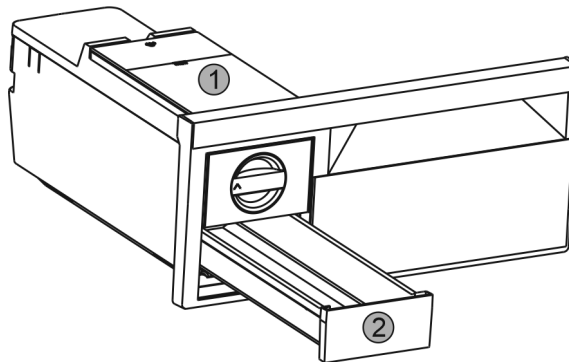

Fig. 41
- ▶ Извлечь бак для воды Fig. 41 (1) и выдвижной ящик для производства кубиков льда Fig. 41 (2).